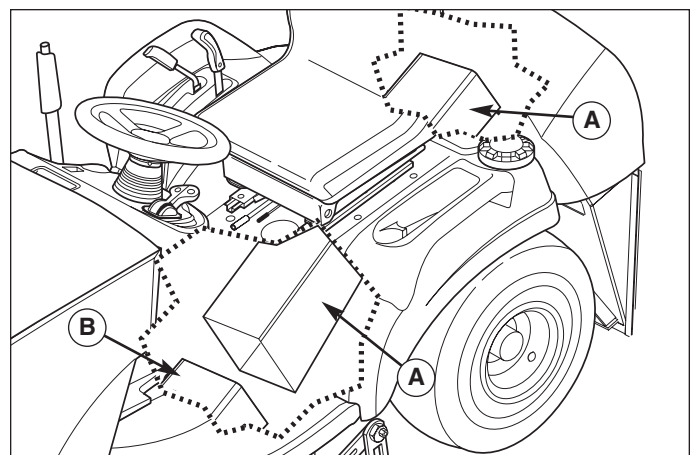

Abb. 11. Auswurfrohr
7. Das Auswurfrohr (A, Abbildung 11) nach hinten drücken, um es von der Mähwerk-Auswurföffnung (B) zu trennen.
4. Siehe Abb. 11. Das Auswurfrohr auf die Mähwerk-Auswurföffnung schieben.